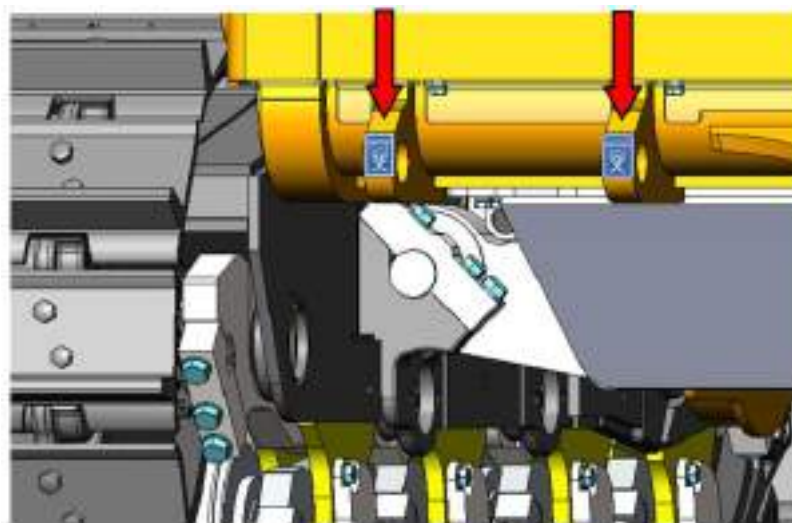
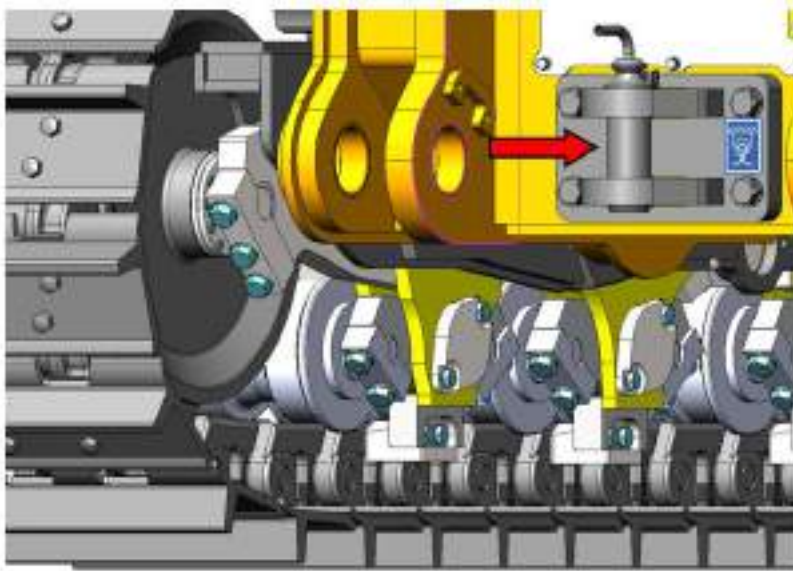

Рисунок 3.156. Буксировочные проушины в передней части машины
Рисунок 3.157. Жесткое сцепное устройство в задней части машины
- Для буксировки предусмотрены буксировочные проушины в передней части машины (рис. 3.156) и жесткое прицепное устройство в задней части (рис. 3.157).